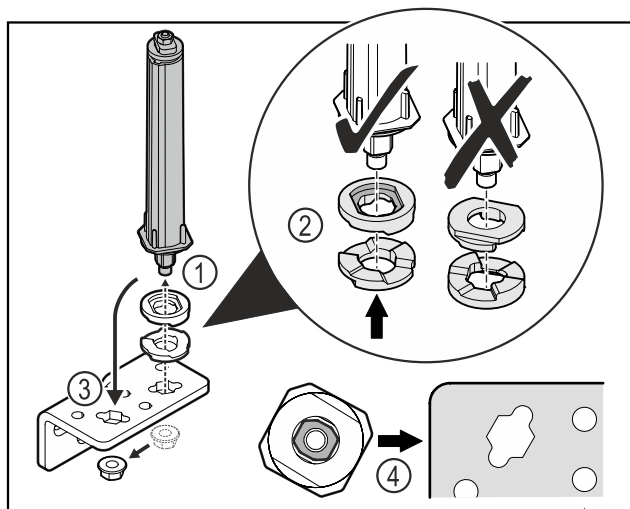

Fig. 38
- Mutter lösen und Türschließsystem entfernen Fig. 38 (1).
- Auf die korrekte Ausrichtung der Höhenverstellscheiben achten Fig. 38 (2).
- Türschließsystem im Scharnierwinkel umsetzen und mit der Mutter fixieren Fig. 38 (3).
- Beim Einsetzen auf die korrekte Ausrichtung des Türschließsystems achten Fig. 38 (4).